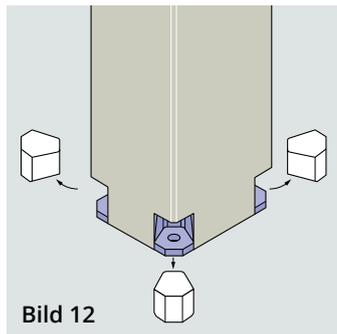

Bild 12
4. Vollständige Entfernung der Aussparungskörper in der Stütze (Bild 12)